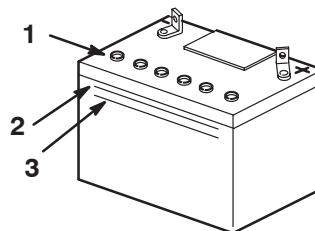

Figure 26
- Observez le côté de la batterie. Le niveau de l'électrolyte doit atteindre le trait supérieur (Fig. 26). Ne laissez pas l'électrolyte descendre en dessous du trait inférieur (Fig. 26).
3. Enlevez les bouchons d'aération de la batterie (Fig. 26).
4. Versez de l'eau distillée avec précaution dans chaque élément jusqu'au repère supérieur (Fig. 26) sur le côté de la batterie.
5. Attendez cinq à dix minutes après avoir rempli les éléments. Ajoutez de l'eau distillée au besoin, pour amener le niveau au repère supérieur (Fig. 26) sur le côté de la batterie.